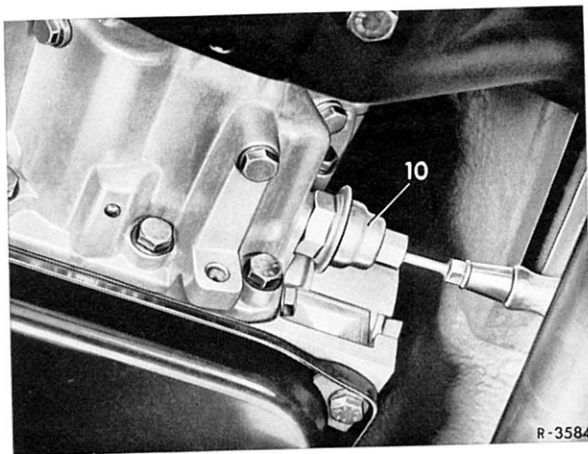

Bild 27-5/3
Durch leichtes betätigen des Fahrfußhebels ergibt sich nun der Maximaldruck. Dieser Druck kann mittels eines Schraubenziehers an der in der Unterdruckdose (10) vorhandenen Einstellschraube verstellt werden (Bild 27-5/3). Einstellwerte siehe Arb.-Nr. 27-0. Ein genauer Wert kann nur beim Fahren ermittelt werden.